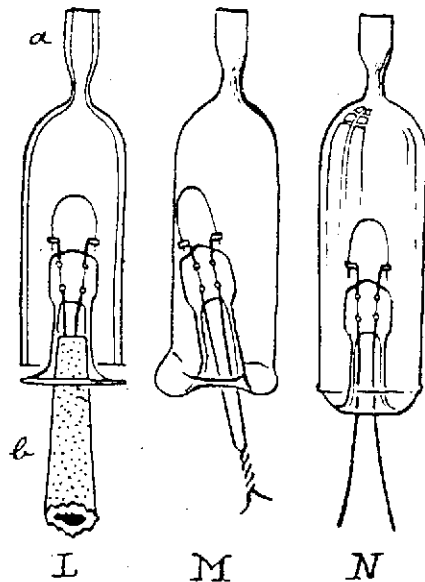

FIG. 27. — Soudure du culot.
Soudure du culot : Tenant, de la main droite, l'ampoule (fig. 27) par son tube de sortie *a* et, de la main gauche, le culot par son tube de charbon *b*, réchauffer lentement et de loin, en les roulant, les deux bords à souder. Quand ils seront en état de supporter la flamme directe, les engager l'un dans l'autre (L) et les rouler tangentielllement au dard et en dessus. Le pied restera appuyé, sans mouvements rotatifs, sur la base de l'ampoule. Dès que la fusion aura commencé, retirer le tube de charbon et ne plus tenir l'ensemble que d'une main. Fondre nettement le pourtour, en laissant un point un peu plus froid, juste assez pour que la monture ne penche pas trop dans l'ampoule. Pétrir la soudure par 4 ou 5 fusions
Soudure du culot dans l'ampoule : Il ne reste plus qu'à souder le culot dans l'ampoule, où il va se trouver centré de lui-même, grâce au coulissage doux de la plaque dans le tube. C'est ici le même travail que celui de la figure 27. Bien soigner le refroidissement. Tous les déboires viennent de ce que l'on est pressé d'atteindre le résultat : on est las de tenir la pièce dans la flamme fumeuse ; on l'enrobe vite de noir de fumée et on la pose toute rouge sur un support froid. . . . Un petit « clic » ne tarde pas à se faire entendre et l'on jette au diable la verroterie ! . . .